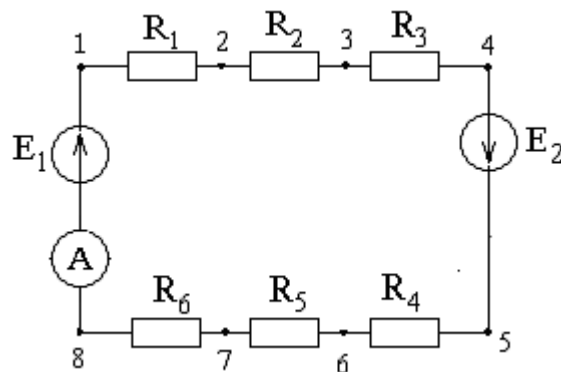

Рисунок 1.1
1.1.4 Записать закон Ома для электрической цепи (рисунок 1.1).
1.2.1 Собрать цепь (рисунок 1.1).
1.3.1 Для схемы (рисунок 1.1) по результатам экспериментов рассчитать ток по закону Ома, величины сопротивлений и их проводимости.
1.3.2 Для схемы (рисунок 1.1) по результатам экспериментов рассчитать потенциалы всех точек.
1.3.3 Для схемы (рисунок 1.1) построить потенциальную диаграмму по расчётным и экспериментальным данным.